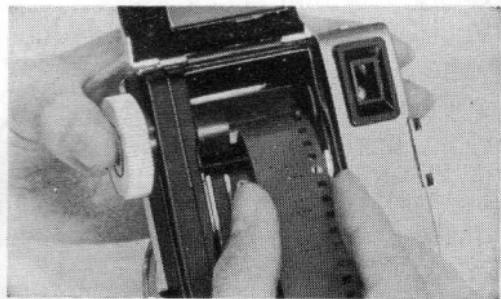

Fig. 6
- 5. Hook a film perforation on the FILM PERFORATION CATCH NAIL. (Fig. 6)
- 5. Haken Sie eine Perforation des Filmanfangs auf die Filmperforationsklaue. (Fig. 6)
- 5. Crochez le ongle de prise de perforation de pelicule. (Fig. 6)
- 5. Engáñchese una de las perforaciones de la película en el gancho. (Fig. 6)